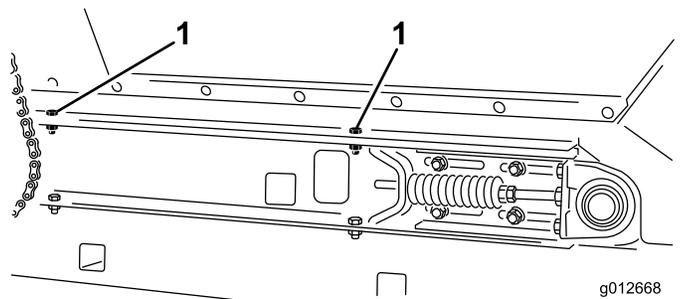

Figura 32
4. Em cada lado da máquina, prenda a tremonha às calhas da estrutura de deslizamento (**Figura 32**) com os dois parafusos, as duas anilhas e as duas porcas de bloqueio que removeu em **Desmontar a plataforma lateral** (página 24).